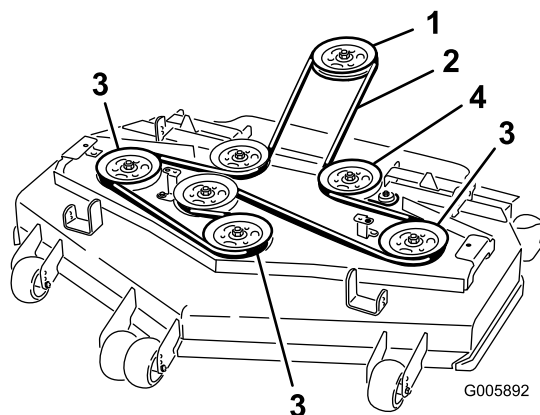

Bild 60
6. Verlegen Sie den neuen Riemen um die Scheiben (Bild 60).